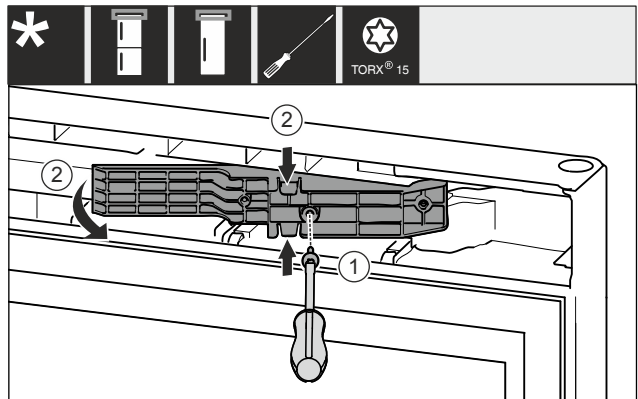

Fig. 12*
- Lossa skruvarna med en torxskruvmejsel T15. Fig. 12 (1)*
- Dra ut adaptern. Fig. 12 (2)*